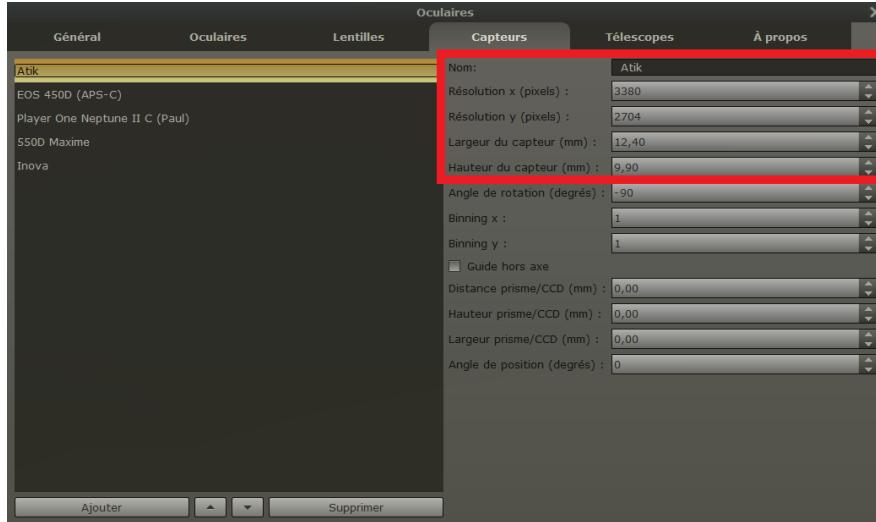
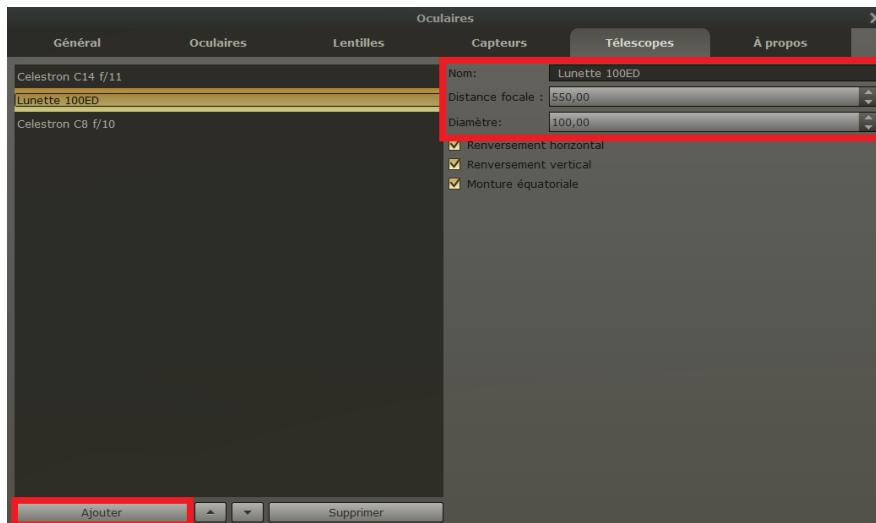

FIGURE 27 – Ajouter une caméra.
FIGURE 28 – Ajouter un télescope.
- Pour les capteurs : la résolution en pixel, la largeur et hauteur en mm voir figure 27.
- Pour les télescopes : leur distance focale et diamètre en mm voir figure 28.
Il est également possible d'ajouter des caméra (cf. figure 27). Pour l'ajout de télescope, le C14 est dans Stellarium par défaut il suffit juste d'ajouter la lunette comme sur la figure 28.